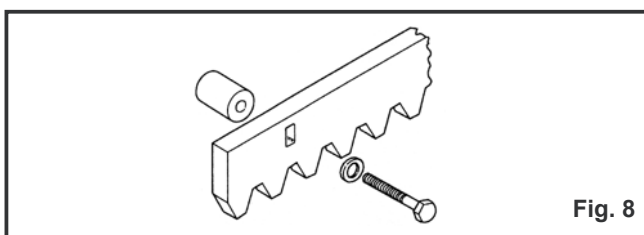

Fig. 8
3.4.2. STEEL RACK TO SCREW (fig. 8)